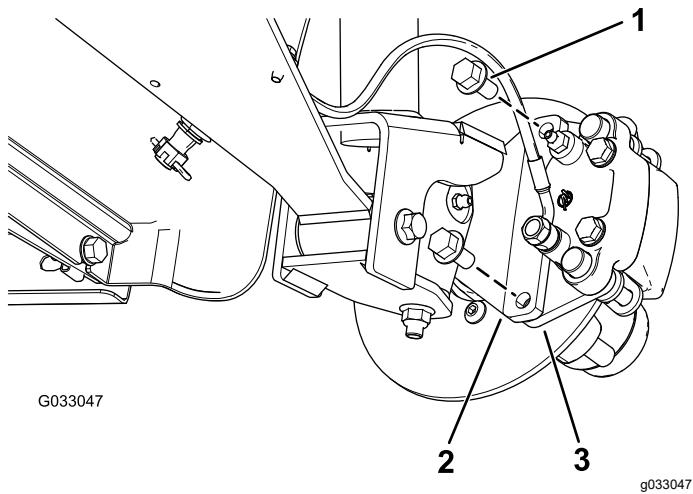
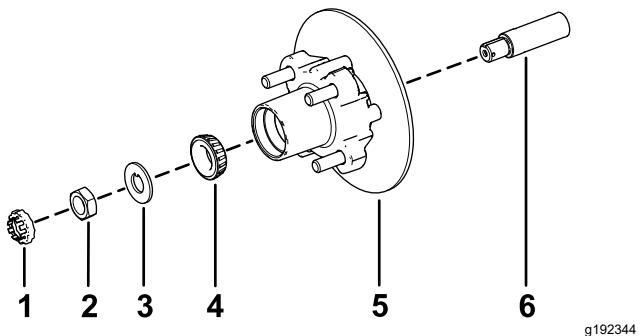

图 30
图 34
3. 卸下将制动器总成支架固定到主轴的凸缘头螺栓 $\frac{3}{8} \times \frac{3}{4}$ 英寸将制动器与主轴分开图30。
- 在主轴上涂上薄薄一层指定润滑脂图 34。
- 将轮毂和转子组装到带内转子的主轴上图 34。
- 将外置轴承组裝到主轴上并将轴承放置到外置座圈内图 34。
- 将止动垫圈组裝到主轴上图 34。
- 将主轴螺母拧到主轴上上紧螺母扭矩至 $15\text{N}\cdot\text{m}$ 同时旋转轮毂将轴承调整到位图 34。
2. 将刹车踏板与转子的任意一侧对齐 图 30 将制动盘托盘中的孔与主轴机架的制动器安装架中的孔对齐 图 34。
3. 用 2 个凸缘头螺栓 $\frac{3}{8} \times \frac{3}{4}$ 英寸将卡钳支架固定到主轴机架上 图 30。